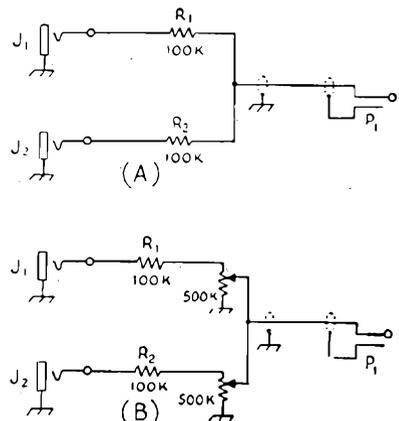

Fig. 2 - Sono indicate qui due possibilità per effettuare il mixaggio dei segnali provenienti dal microfono e dalla testa riproduttrice A.
Una volta che sarà stata montata la testa, si dovrà provvedere al miscelatore. In fig. 2 sono indicati due semplici tipi, nei quali il segnale di entrata è applicato ai morsetti J1 e J2. L'uscita in P1 è una combinazione dei due segnali. R1 ed R2 sono resistenze separatrici che impediscono un'interazione delle due entrate. Nel caso di (A) non è possibile alcuna regolazione, mentre in (B) sono previste regolazioni separate per le due entrate. Col secondo dei circuiti è possibile una migliore regolazione dell'eco, evitando che il livello del suono riflesso superi il livello microfonic, il che produrrebbe una sorta di effetto Larsen.